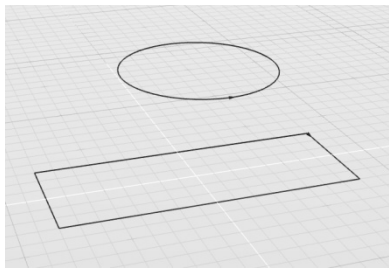

图 3-51 打开练习文件
1) 打开素材文件夹“练习 (3.4.2_2)”中的 Evolve 文件, 如图 3-51 所示, 观察此文件中的两条曲线“圆#2”和“矩形#2”。区别于练习 (3.4.2_1), 这两条曲线并未在同一平面